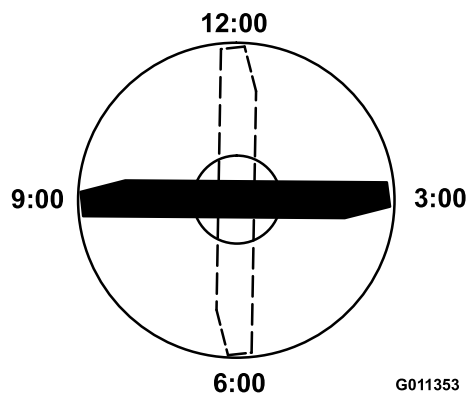

Bild 101
4. Positionieren Sie die Schnittkante der markierten Messerseite in die 12-Uhr-Stellung (geradeaus in Mährichtung) (Bild 101) und messen die Höhe vom Tisch bis zur Schnittkante.
5. Drehen Sie die markierte Seite des Messers auf die 3- und die 9-Uhr-Stellung (Bild 101) und messen die Höhe.